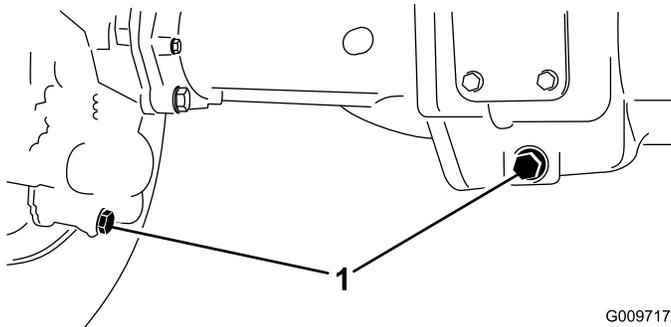

Figura 72
2. Limpie la zona alrededor de los tres tapones de vaciado, uno en cada extremo y uno en el centro (Figura 72).